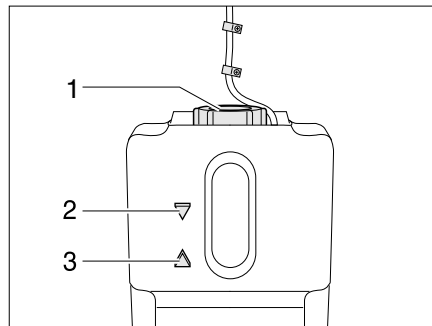

Fig. 380 Vase d'expansion pour le chauffage à eau chaude
- Contrôler si le liquide se trouve entre les marques "MIN" (Fig. 380,3) et "MAX" (Fig. 380,2) sur le vase d'expansion (Fig. 380).
- Ouvrir le bouchon du vase d'expansion (Fig. 380,1).